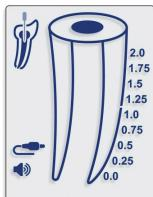

Fig. 4
- 5.4.7. Branchez le câble de mesure dans l'appareil et vérifiez que l'icône de câble s'affiche à l'écran (Fig. 4).